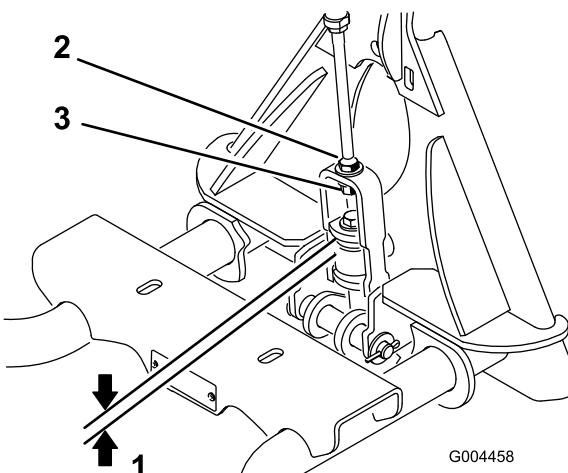

Figure 7
2. Mesurez l'espace entre la rondelle supérieure et l'entretoise dans l'ensemble biellette sur l'adaptateur d'accessoire, comme illustré à la Figure 7.
**Remarque:** La rondelle et l'épaulement ne doivent pas être espacés de plus de 1,5 à 2 mm (Figure 7).
| 3. Si l'écartement n'est pas correct, desserrez l'écrou de blocage et serrez ou desserrez l'écrou de réglage sur l'ensemble biellette pour modifier l'écartement (Figure 7). |                     |